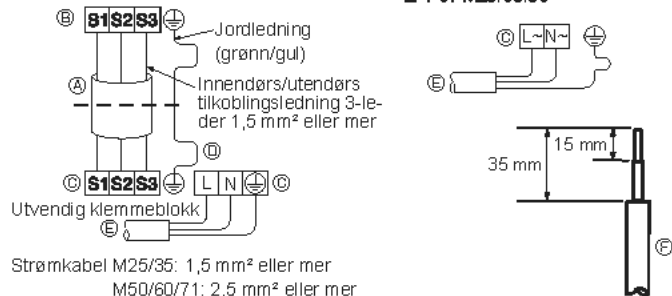
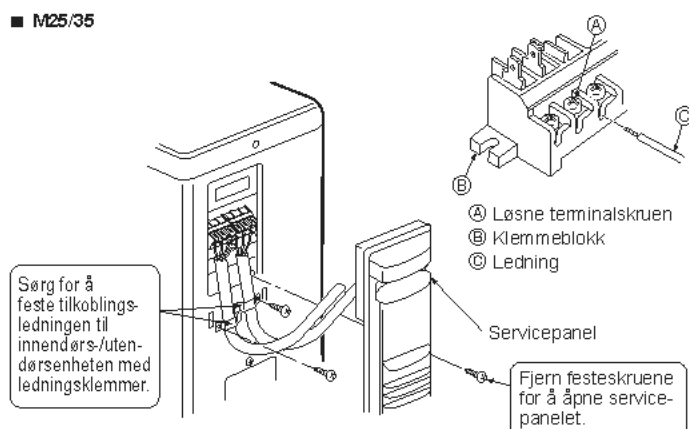
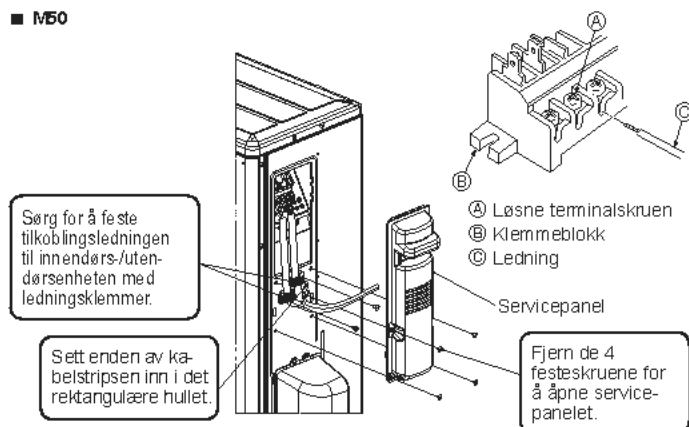
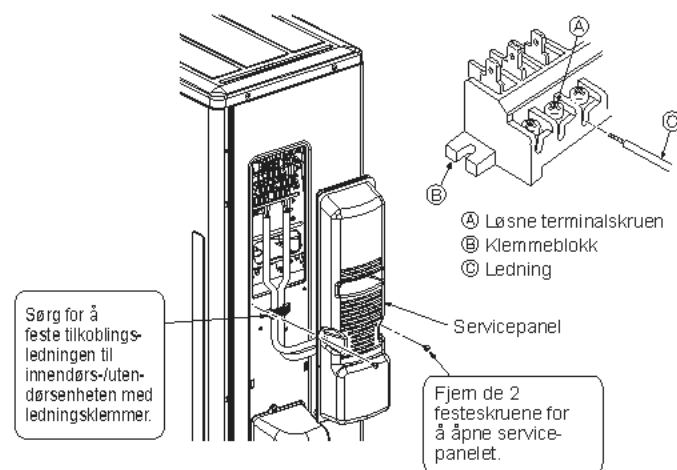

Fig. 6-2
Fig. 6-3
Fig. 6-4
Fig. 6-5
6.1. Utendørsenhet (Fig. 6-1, Fig. 6-2, Fig. 6-3, Fig. 6-4, Fig. 6-5)
① Fjern servicepanelet.
② Kople til kablene med henvisning til Fig. 6-1, Fig. 6-2, Fig. 6-3, Fig. 6-4 og Fig. 6-5.
- Utfør kabling som vist i figuren nede til venstre. (Anskaff kabelen lokalt) (Fig. 6-2)
- ① Tilkoblingskabel
- ② Innvendig klemmeblokk
- ③ Utvendig klemmeblokk
- ④ Installer alltid jordledning som er lengre enn andre kabler.
- ⑤ Strømkabel
- ⑥ Ledning